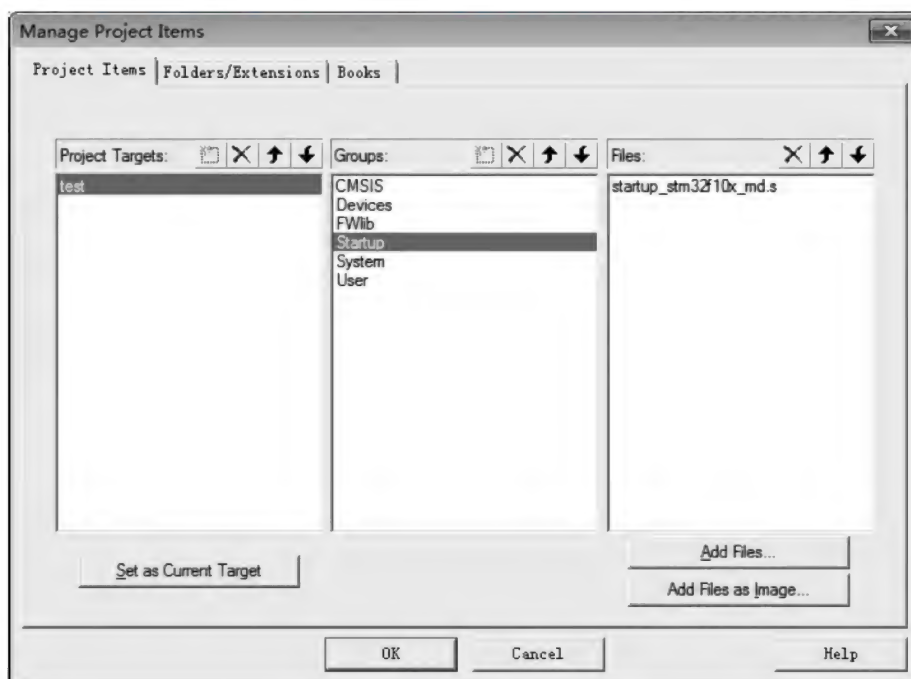

图 5.13 向 Startup 中添加内容
(1) Startup 组: 单击 Add Files 按钮,添加工程目录下 Startup 文件夹中的 startup\_stm32f10x\_md.s 文件,如图 5.13 所示。